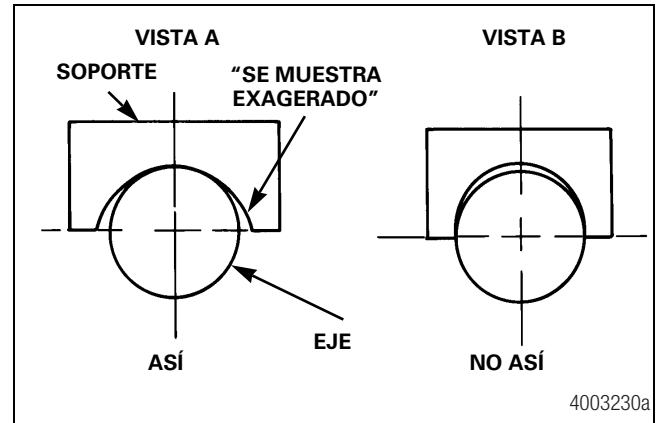

Figura 7.2
- Los soportes que rodean el eje deben tener la medida adecuada de modo que el punto de contacto sea la base del soporte, según se muestra en la Vista A. Como se observa, el ajuste permite que las cargas impuestas sobre el soporte se transfieran directamente al eje. En un ajuste como el que se observa en la Vista B, tanto las cargas del vehículo como las cargas impuestas por el apriete de los pernos en "U" se transfieren a través de la soldadura. Lo anterior puede producir fisuras en el área soldada. Figura 7.2.